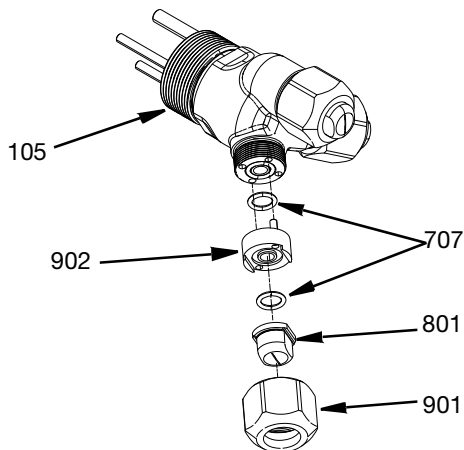

FIG. 5
1. Posizionare gli O-ring (707) nel gruppo adattatore a 3 teste (105).
2. Posizionare un O-ring in ciascun adattatore del sigillante per ugelli di spruzzatura (902). Gli ugelli (801) vengono quindi inseriti nell'adattatore del sigillante dell'ugello di spruzzatura (902) assicurandosi che l'ugello sia incastrato nell'adattatore del sigillante dell'ugello di spruzzatura.
3. Allineare i perni di riferimento dell'adattatore del sigillante per ugelli di spruzzatura (902) con il gruppo adattatore a 3 teste (105) e fissarli insieme al dado di fissaggio (901). Serrare a (20,34 N•m) 15 ft-lb. Vedere FIG. 5.